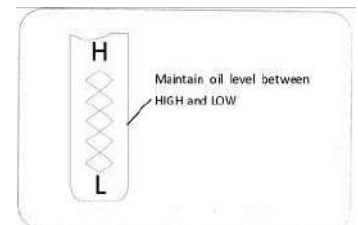

Figure 26
4. Dévissez et retirez le bouchon de remplissage d'huile du tube de remplissage d'huile. Notez le niveau d'huile. Si la lecture d'huile sur la jauge est inférieure à la marque «LOW», ajoutez lentement de l'huile pour atteindre le niveau «HIGH». Voir la figure 26.